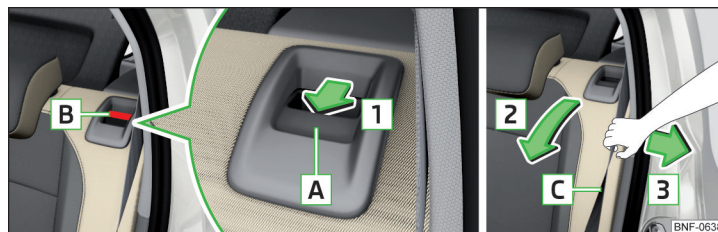

Fig. 54 Ribaltamento in avanti dello schienale / Spostamento della cintura verso il rivestimento laterale
- Premere la maniglia di sbloccaggio **A** in direzione della freccia **1** e inclinare lo schienale in direzione della freccia **2** » fig. 54.
- Tirare la cintura di sicurezza [C] verso il rivestimento laterale in direzione della freccia [3] » fig. 54.